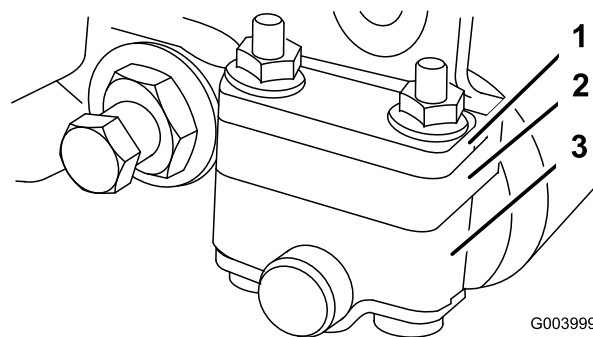
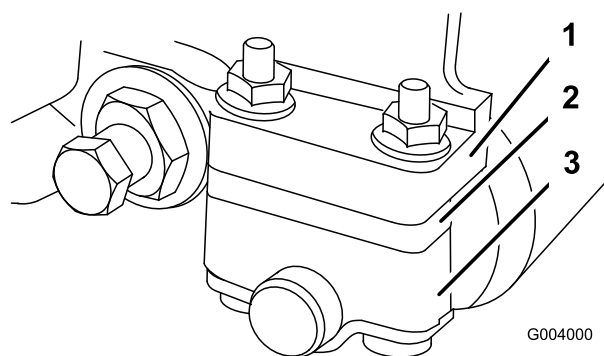

図 51
図 52
- ・ 刈高範囲が 3～25.4 mm の場合は、スペーサを、取り付けフランジの下にセットする (図 52)。
1. 使用する刈高範囲に合わせて後ローラ・ブラケットの取り付け位置を上位置または下位置に変更する (図 51 and 図 52)。